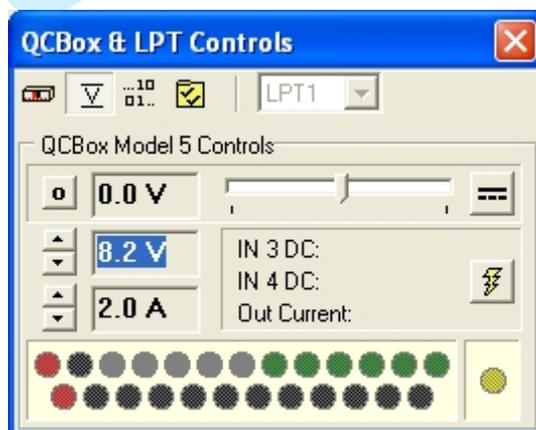

图4-9
- 1) 图4-9对话框是QCBox 5增强功能设置对话框，通过设置可实现放大器直流电压的加载，麦克风幻影供电电压设置与输出过电流保护阈值，输入3和4通道的直流电压与电流的读数。